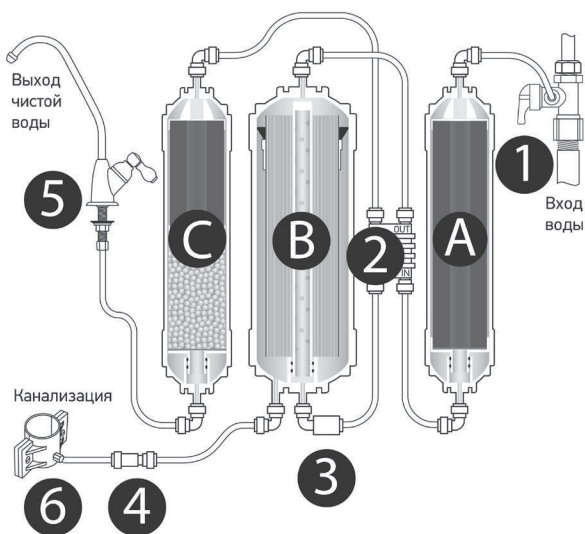

Рис.2. Принципиальная схема подключения фильтра Eonic Osmos Stream OD320.
Исходная водопроводная вода сначала проходит через фильтрующий элемент (А) предварительной очистки из пресованного (спеченного) активированного угля из скорлупы кокосового ореха (Рис.2).
- Установить в водопроводную магистраль холодной воды тройник с шаровым краном (1) (см. Рис.2).
- Собрать с помощью входящей в комплект поставки пластиковой трубки (шланга) систему «магистраль → система обратного осмоса → кран» в соответствии со схемой подключения (см. Рис.2).